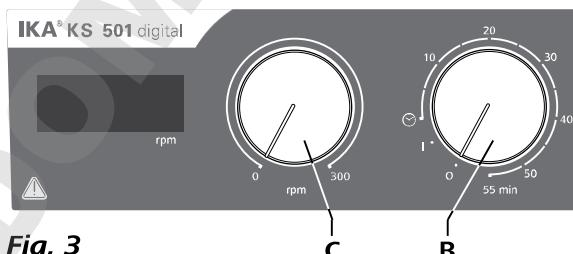

Fig. 3
- ⇒ Pour mettre l'appareil en marche, tournez le bouton rotatif «**Marche/Arrêt**» et «**Minuteur**» (**B**, voir Fig. 3) dans le sens des aiguilles d'une montre en position «**1**».
- ⇒ Réglez le régime du moteur avec le bouton de réglage «**Vitesse de rotation**» (**C**, voir Fig. 3). Le régime du moteur peut être réglé de 0 à 300 rpm.